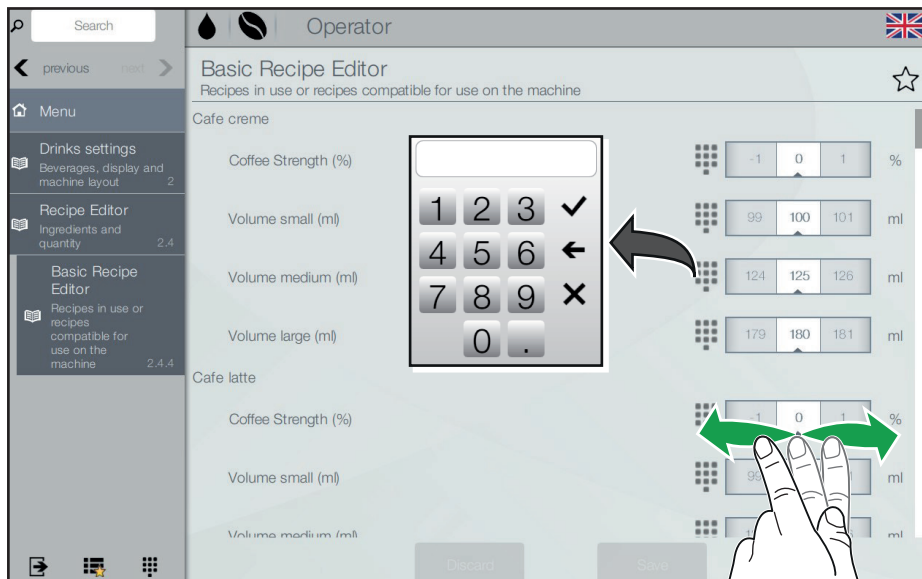

Bild 6.9 - Receptredigerare (volym/styrka)
- Ställ in de önskade värdena med tangentbordet eller värdeväljaren (bild 6.9).